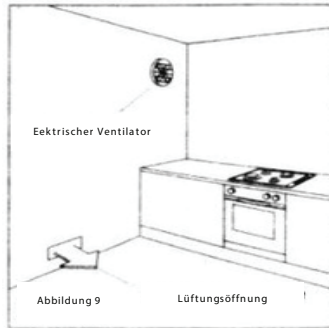

Abbildung 9
2. Optionale Gebläseinstallation: Verwenden Sie optional einen elektrischen Ventilator mit einer Effizienz, die 3-5 Mal höher ist als die Luftstrommenge in der Küche, wie in Abbildung 9 dargestellt. Installieren Sie einen elektrischen Ventilator jedoch nur, wenn der Raum über die oben beschriebene ausreichende Belüftung verfügt.